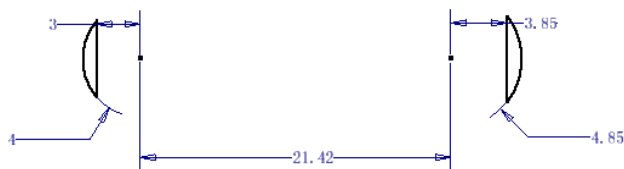
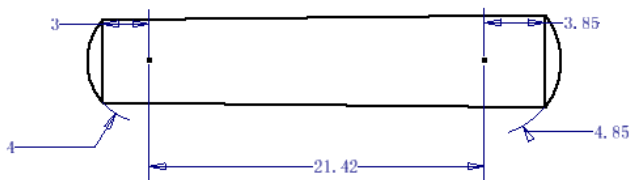

图 6-33 去除多余线条后的草图
图 6-34 连接几何图元并绘制旋转轴直线
④单击【草图】标签栏【修改】面板的【修剪】工具按钮, 去除多余的线条, 此时的草图如图 6-33 所示。选择【直线】工具按钮, 在草图将剩余的几何图元连接, 并且绘制旋转轴直线, 如图 6-34 所示。